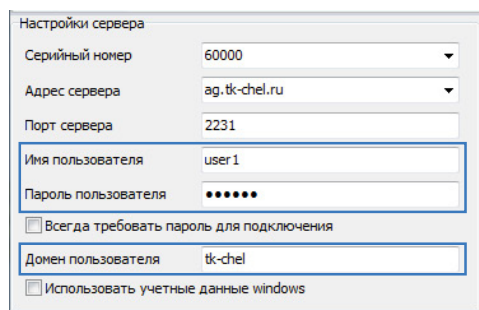

Рис.92. Доменная аутентификация от имени произвольного пользователя сети.
1. Для выполнения доменной аутентификации необходимо (Рис.92):